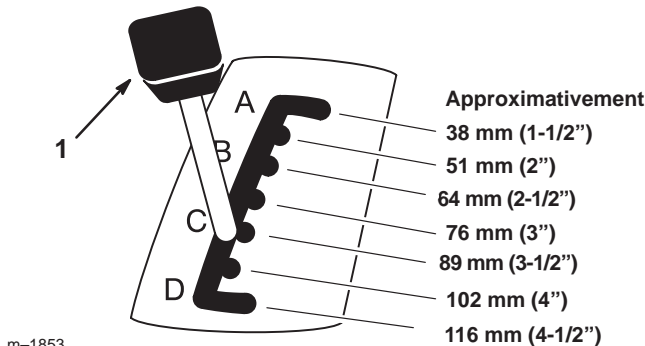

Figure 21
2. Tirez le levier de hauteur de coupe sur le tracteur et sélectionnez la position souhaitée (Fig. 21).